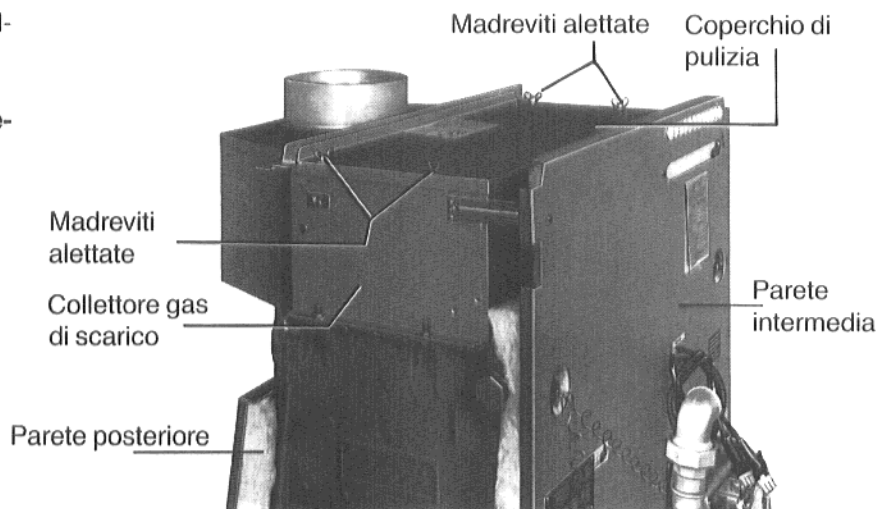

Fig. 4 – Figura esplicativa
- Svitare il **coperchio di pulizia** dal collettore dei gas di scarico (Fig. 4).
- Togliere le pareti **intermedia e posteriore** (Fig. 4).